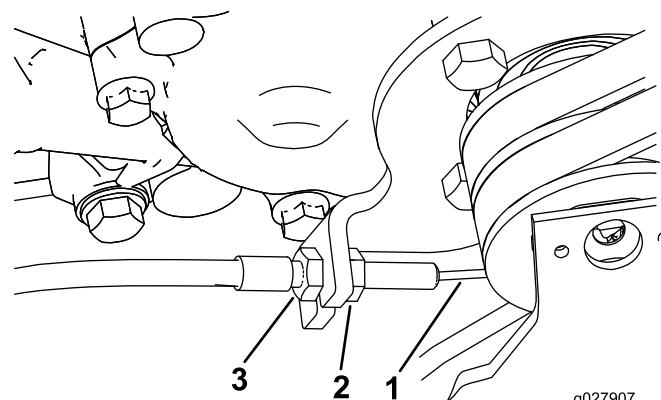

Figura 43
3. Per aumentare la tensione del cavo, allentate il controdado del cavo anteriore e serrate il controdado del cavo posteriore (Figura 43) finché non occorre una forza di 2,75–3,25 kg per innestare il comando della trazione.